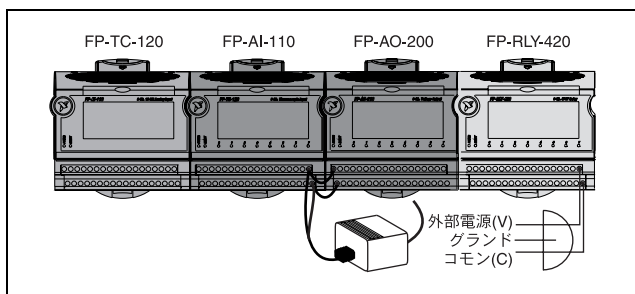

図 11. 電位差
- フィールドデバイスに電源を供給するのにターミナルベースを使用する場合、または I/O モジュールがそれを必要とする場合、ターミナルベースに電源を接続する必要があります。FieldPoint I/O モジュールはバックプレーンを通じてネットワークモジュールから電源を調達するため、通常、外部電源を使用せずに正しく動作させることができます。詳細については、使用される I/O モジュールの取扱説明書を参照してください。図 11 では、電位差は灰色の濃淡で表示されています。